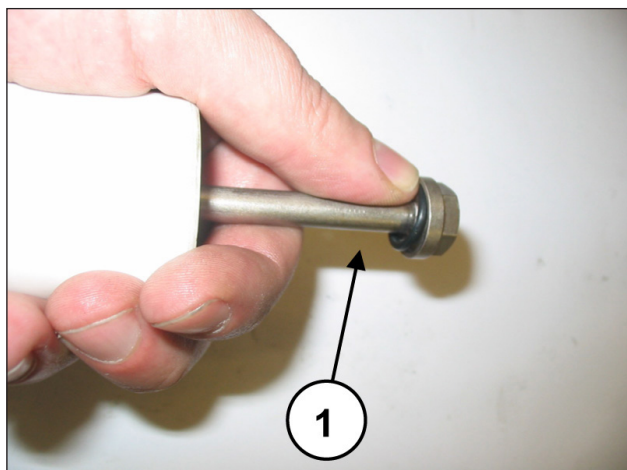

Fig. 46
**Ad ogni smontaggio tutti gli O-ring del gruppo pistone dovranno essere sostituiti (Fig. 46, pos. ①).**